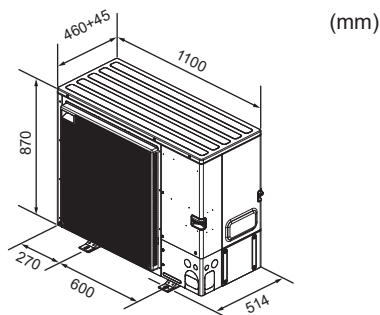

Rys. 2-2
- Jednostki zewnętrzne należy instalować w miejscach, które są otwarte z co najmniej jednej z czterech stron i oferują dostatecznie dużą powierzchnię bez zagłębień. (Rys. 2-2).